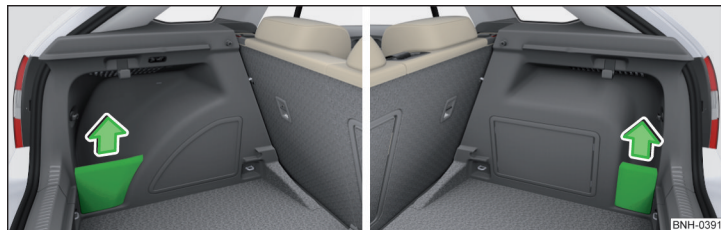

Fig. 112 Retirar la cubierta del compartimento guardaobjetos izquierdo/derecho
► Para **retirar**, agarrar la cubierta por la parte superior y retirarla en el sentido de la flecha » fig. 112.